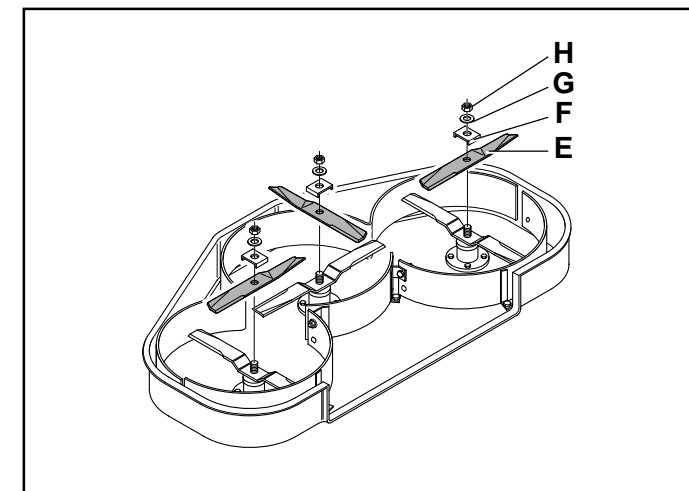

Fig. 14
Svitare i dadi M18 delle lame, inserire le lame (E) posizionandole nel modo indicato (Fig. 14) su quelle esistenti, inserire le piastrine (F), le rondelle (G) e i dadi (H), serrandoli con una coppia di 175 Nm e piegare gli angoli delle piastrine sui dadi per evitare l'allentamento degli stessi durante il lavoro.
Unscrew the M18 nuts of the blades and insert blades (E) on the existing ones as indicated (Fig. 14). Insert the plates (F), the washers (G) and the nuts (H), tighten to a 175 Nm driving torque and bend the corners of the plates over the nuts to prevent them from working loose during work.
Die Muttern M18 der Messer losschrauben, die Messer (E) einbauen und sie wie gezeigt (Abb. 14) auf den bereits vorhandenen anordnen, die Plättchen (F); die Unterlegscheiben (G) und die Muttern (H) einfügen und mit einem Anzugsmoment von 175 Nm anziehen. Die Ecken der Plättchen auf die Muttern umbiegen, um die Lockern der Muttern während der Arbeit zu vermeiden.
Dévisser les écrous M18 des lames, introduire les lames (E) en les plaçant de la manière indiquée (Fig. 14) sur celles existantes, mettre en place les plaquettes (F), les rondelles (G) et les écrous (H) en les serrant à un couple de 175 Nm et plier les angles des plaquettes sur les écrous pour éviter leur desserrage pendant le travail.
Aflojar las tuercas M18 de las cuchillas, colocar las cuchillas (E) como se indica (Fig. 14) sobre las otras, poner las placas (F), las arandelas (G) y las tuercas (H), apretándolas con un par de 175 Nm, y doblar los ángulos de las placas sobre las tuercas para evitar que se aflojen durante el trabajo.